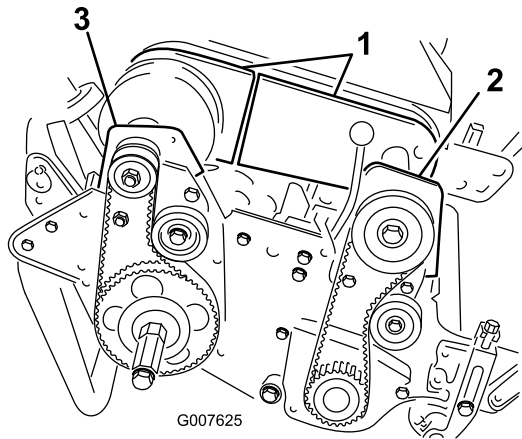

Bild 48
4. Nehmen Sie die Schrauben ab, mit denen die vorderen und hinteren Teile der Differenzialabdeckung am Differenzialgehäuse befestigt sind. Schieben Sie dann die Abdeckungsteile weg, um den Riemen zugänglich zu machen (**Bild 48**).
6. Nehmen Sie die zwei Schrauben und die Sicherungsmuttern ab, mit denen das vordere Kupplungsgehäuse an der Seitenplatte befestigt ist (**Bild 48**).
8. Nehmen Sie die zwei Schrauben und die Sicherungsmuttern ab, mit denen das rechte hintere Lagergehäuse an der Seitenplatte befestigt ist (**Bild 48**).